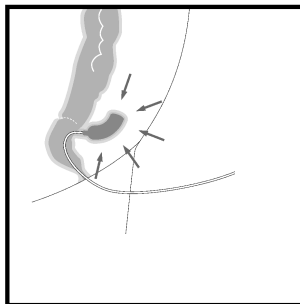

Fig. 4
17. Controllare la posizione della spugna usando l'endoscopio. (Fig. 4)